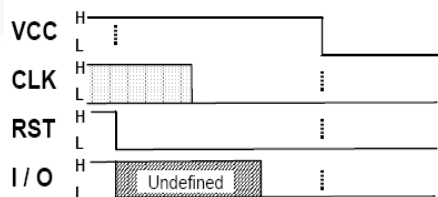

图 16. 禁用 (ISO 7816-3 2006)
在SIM卡接触面机械连接之前，为了确保SIM卡电路去激活，IS07816-3 2006制定了事件的去激活顺序，如图16所述。
1. 完成去激活时序（参见图 16）。